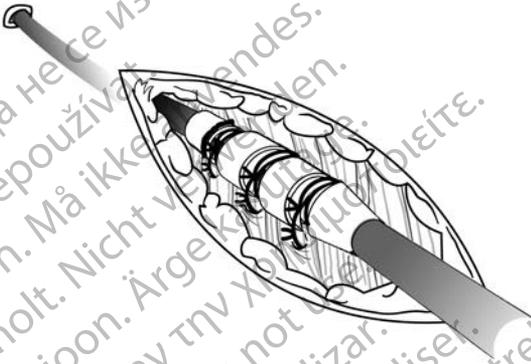

Figura 13. Ejemplo de manguito de sutura, técnica de implantación percutánea
1. Pele la vaina introductora y deslice el manguito de sutura profundamente en el tejido (Figura 13 Ejemplo de manguito de sutura, técnica de implantación percutánea en la página 34).